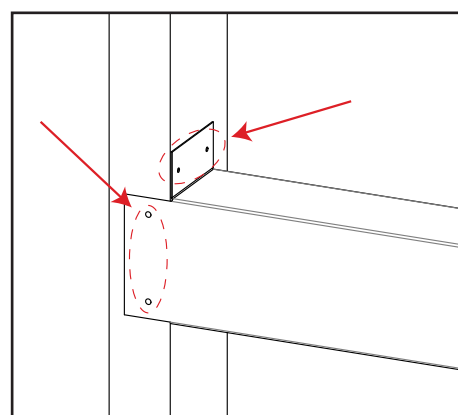

Figure 32: Installation de montants en acier
- Fixez le montant en acier aux montants de la charpente en utilisant les trous illustrés à la Figure 32.